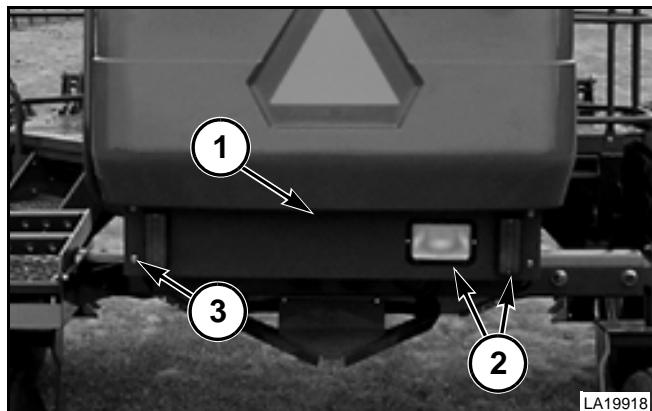

FIG. 8
**FIG. 8:** Para obtener mayor acceso a la bomba de mando del cabezal, puede quitarse el tablero trasero (1). Desconecte el mazo de cables de cada una de las luces (2) montadas en el panel trasero. Quite los cuatro pernos (3) que sujetan el panel trasero a la máquina.